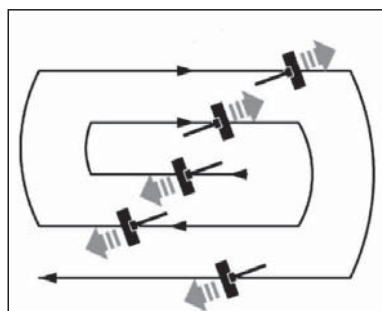
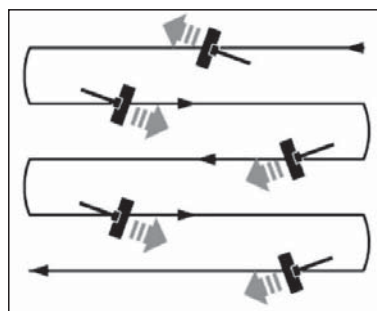

Fig. 8
Fig. 9
3. Commencez par dégager votre chemin près de la prise électrique et travaillez vers l'extérieur (Fig. 8) ou en jetant la neige dans un mouvement de va-et-vient (Fig. 9). Pour dégager dans la direction opposée, enjambez le cordon et faites pivoter l'appareil. Veillez à faire coïncider les chemins de dégagement.